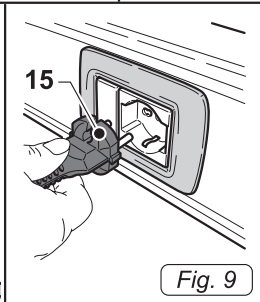

Fig. 9
- Вставить вилку (15 Рис. 9) в электрическую розетку.
- Вытащить вилку (15 Рис. 9) из электрической розетки.